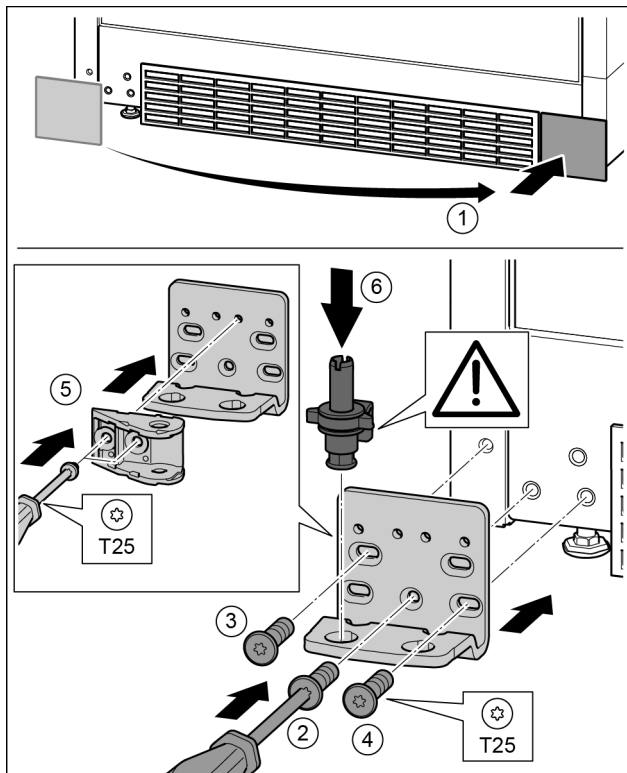

Fig. 31
- Abdeckung abnehmen und auf der anderen Seite anbringen. Fig. 31 (1)
- Lagerbock auf der anderen Seite ansetzen und mit Hilfe eines Schraubendrehers T25 anschrauben. Mit Schraube 2 unten in der Mitte beginnen. Fig. 31 (2)
- Schraube 3 und 4 festschrauben. Fig. 31 (3, 4)
- Schließdämpferverbindung um 180° drehen. Auf der anderen Seite des Lagerbocks mit Schraubendreher T25 anschrauben. Fig. 31 (5)
- Lagerbolzen komplett einsetzen. Dabei darauf achten, dass der Rastnocken nach hinten zeigt. Fig. 31 (6)